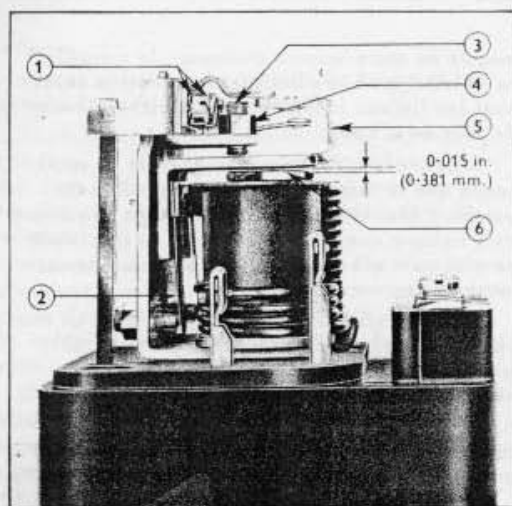

Fig. 8
2. Retirer les deux vis et les deux rondelles de blocage de l'armature (Voir FIG. 8) puis retirer la partie métallique.
2. Desserrer l'écrou de blocage de la vis du contacts fixe puis dévisser cette vis jusqu'à ce qu'elle ne touche plus le contact mobile (voir FIG. 8).